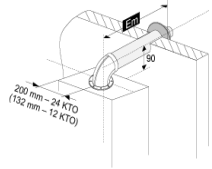

Рис. 9 Пример горизонтальной трассы коаксиальной трубы – исполнение C12 (ЧСН EN 483)
- а) противоположные, т.е. от конца выхода одного фасада (от конца диффузора – труба С1) до другого (см. рис.9):